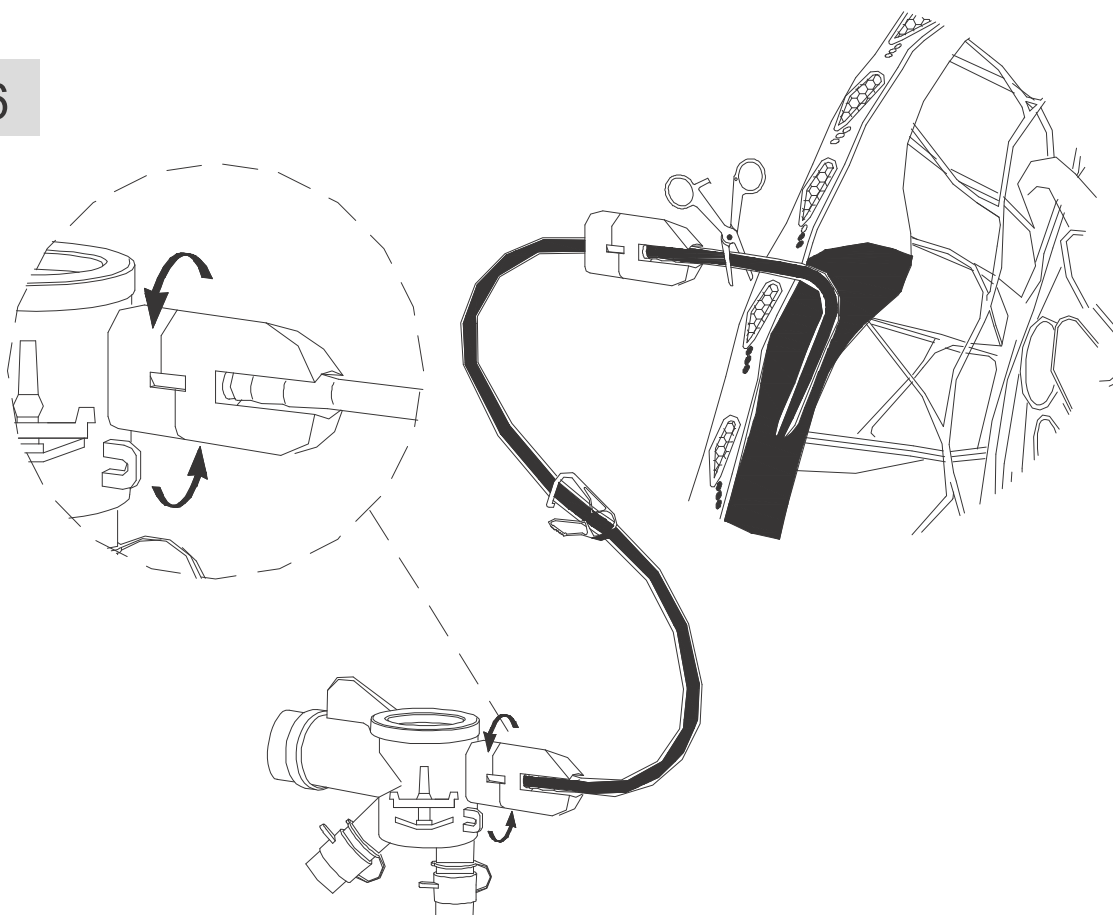

Fig. 7
3. Поверните переключатель на основном корпусе до упора, что соответствует углу 90° относительно исходного положения (Рис. 7). На данном этапе будет получено прямое соединение между катетером и системой для сбора жидкости без каких-либо клапанов между ними.